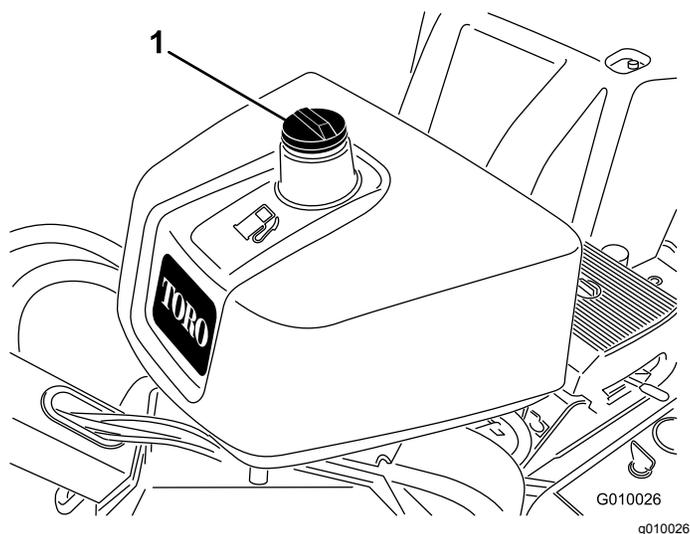

Bild 16
2. Reinigen Sie den Bereich um den Tankdeckel und nehmen Sie den Deckel ab (Bild 16).